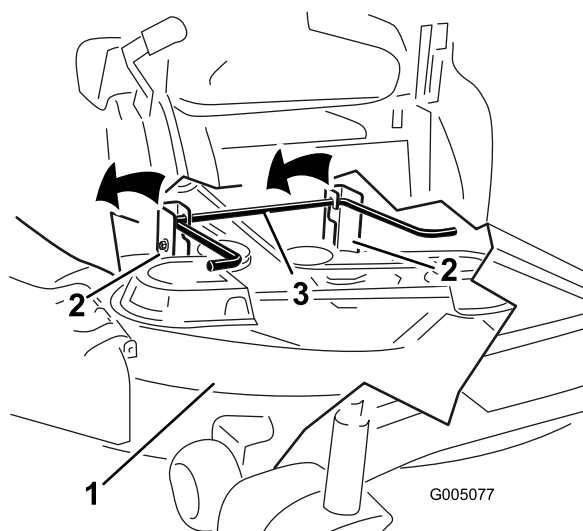

Bild 68
5. Heben Sie das Heck des Mähwerks an und führen Sie die Hängeprofile über die hintere Hubstange (Bild 68).